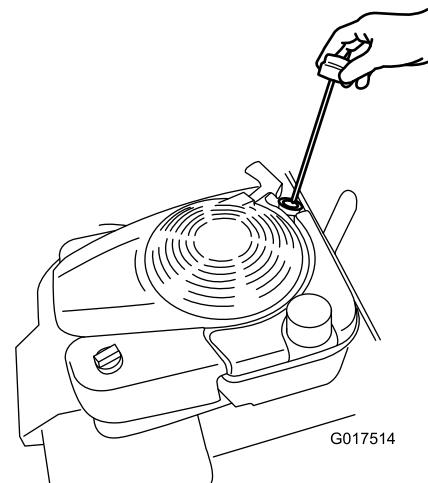

Figure 6
- Retirez la jauge (Figure 6) et versez de l'huile dans le tube de remplissage pour remplir le carter moteur aux 3/4.